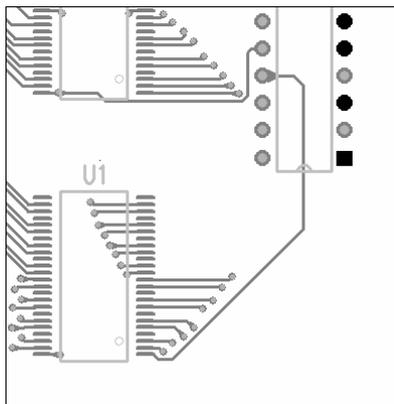

图 11-22 选中焊盘
(1) 单击设计工具栏中的图标按钮,打开设计工具栏,再单击图标按钮,进入选择模式。
(2) 在工作区中单击鼠标右键,在弹出的快捷菜单中选择“选择管脚/过孔/标记”命令。
(3) 按住<Ctrl>键,依次单击需要布线的焊盘,如图 11-22 所示。